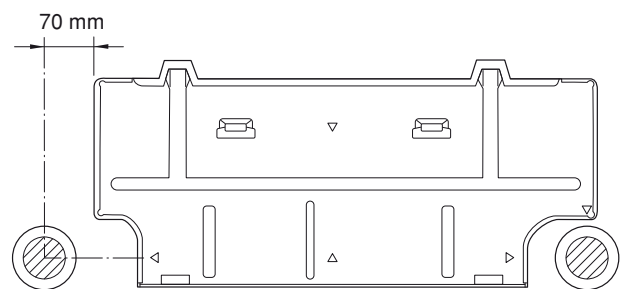

Abb. 9a
- (1) Halten Sie die Rückwand des Innenraumgeräts an der gewünschten Wandanbringestelle an. Stellen Sie sicher, daß die Rückwand horizontal befestigt wird. Verwenden Sie hierfür eine Wasserwaage oder messen Sie die gleiche Distanz mit einem Maßband von der Decke an zwei Stellen zur Oberkante der Rückwand und markieren Sie die Stellen. Vor dem Anbringen der Rückwand muß zuerst das Loch ausgeschnitten werden.
- (2) Entscheiden Sie nun, an welcher Seite Sie das Loch für die Rohrleitung und die Kabel ausschneiden müssen. (Abb. 9a oder 9b)
Wenn es sich um die linke hintere Rohrleitung handelt, benutzen Sie die Meßpunkte (von der Kante der hinteren Platte) für die korrekte Anbringung des Schlauchausgangs. (Abb. 9a oder 9b)